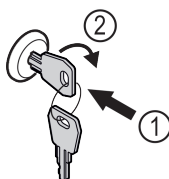

Fig. 209
- ▶ Вставьте ключ. Fig. 209 (1)
- ▶ Поверните ключ на 90° по часовой стрелке. Fig. 209 (2)